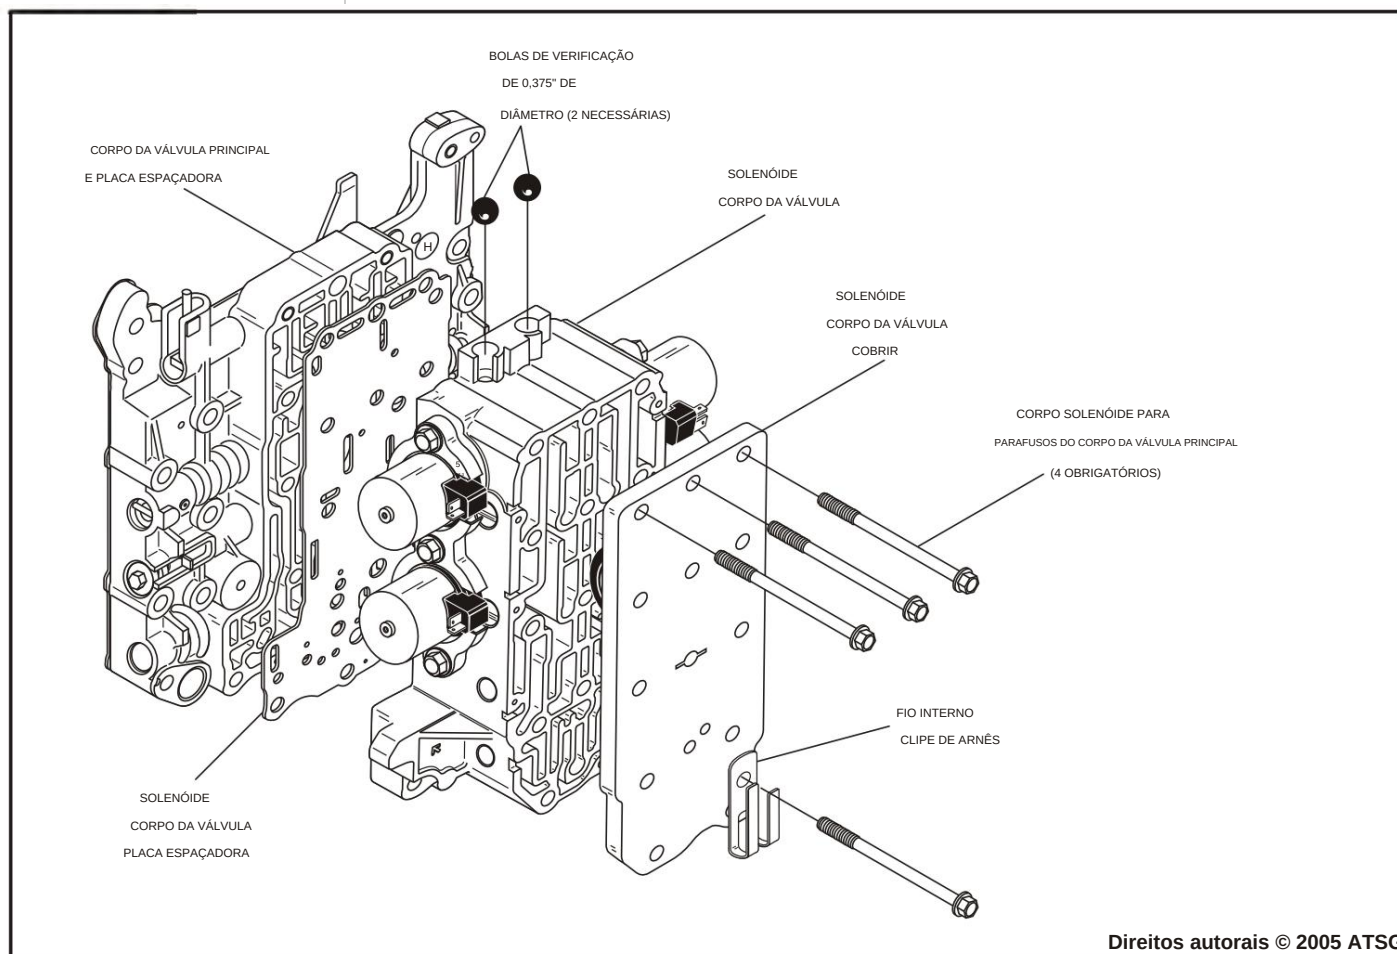

Figura 149
29. Instale a placa espaçadora do corpo do solenóide, o corpo do solenóide e a tampa do corpo do solenóide, conforme mostrado na Figura 149.
30. Instale os quatro parafusos do corpo do solenoide nos parafusos do corpo da válvula principal nos locais mostrados na Figura 149.